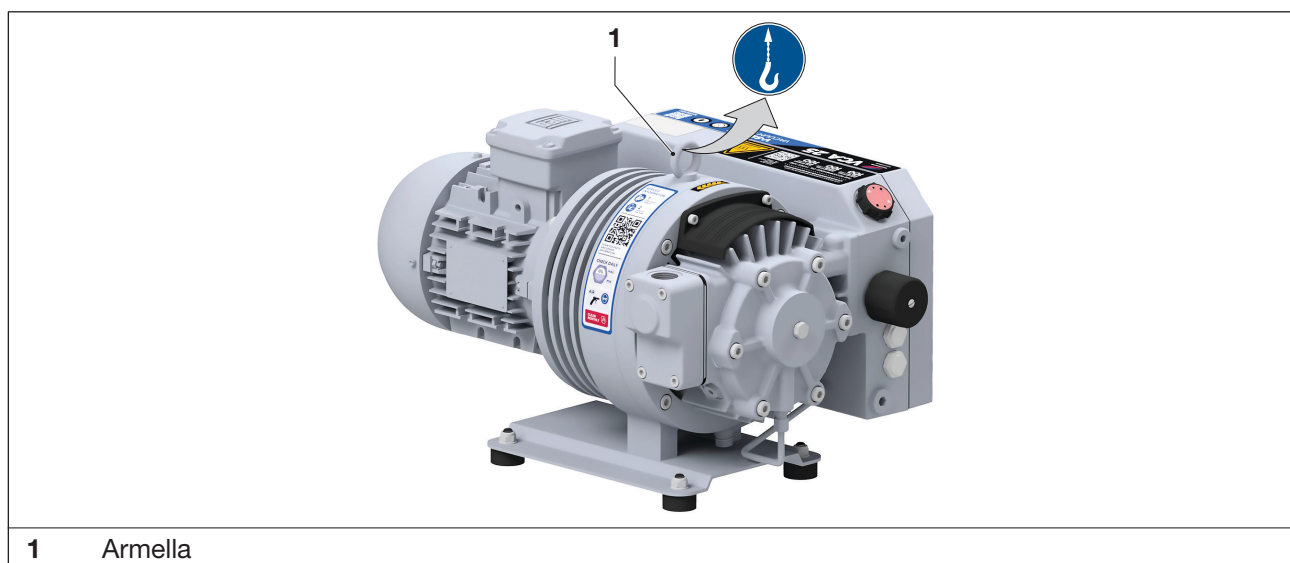

Fig. 1 Dispositivos para la elevación y el transporte
- b) Apretar bien la armella (Fig. 1/1).
- c) Para elevar la máquina, engancharla a la armella mediante el equipo de elevación (Fig. 1/1).